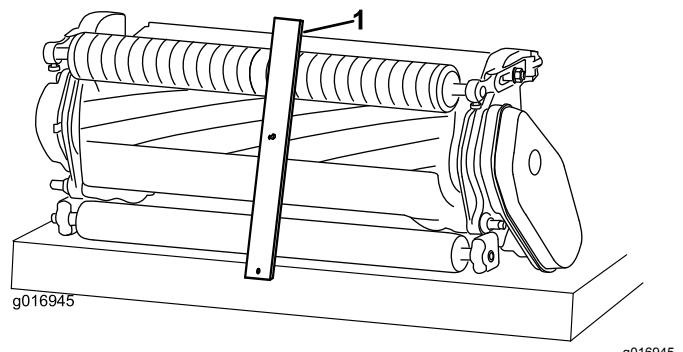

Figura 15
2. Agganciate la testa della vite dell'indicatore dell'altezza di taglio sul lato destro del tagliente della controlama e appoggiate la parte posteriore della barra sul rullo posteriore (Figura 15).